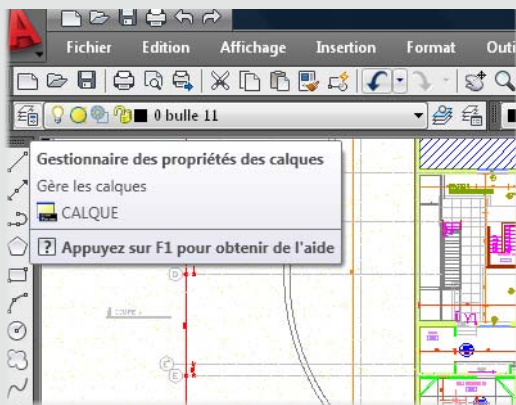

Figure 7
- Après ce bref rappel du parti pris architectural, passons à l'examen de ce plan. Pour cela, ouvrons le gestionnaire des propriétés des calques (voir Figure 7).